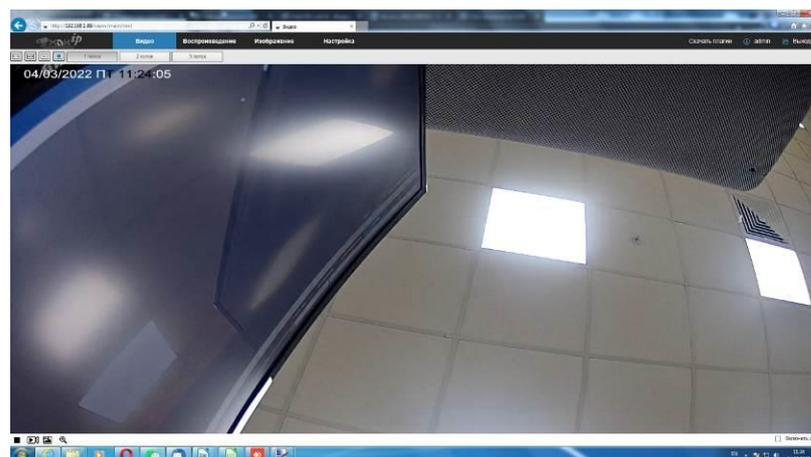

Рисунок 21
3.13. Проконтролировать в открывшемся окне наличие видео изображения, передаваемое видеочамерой (рисунок 21).